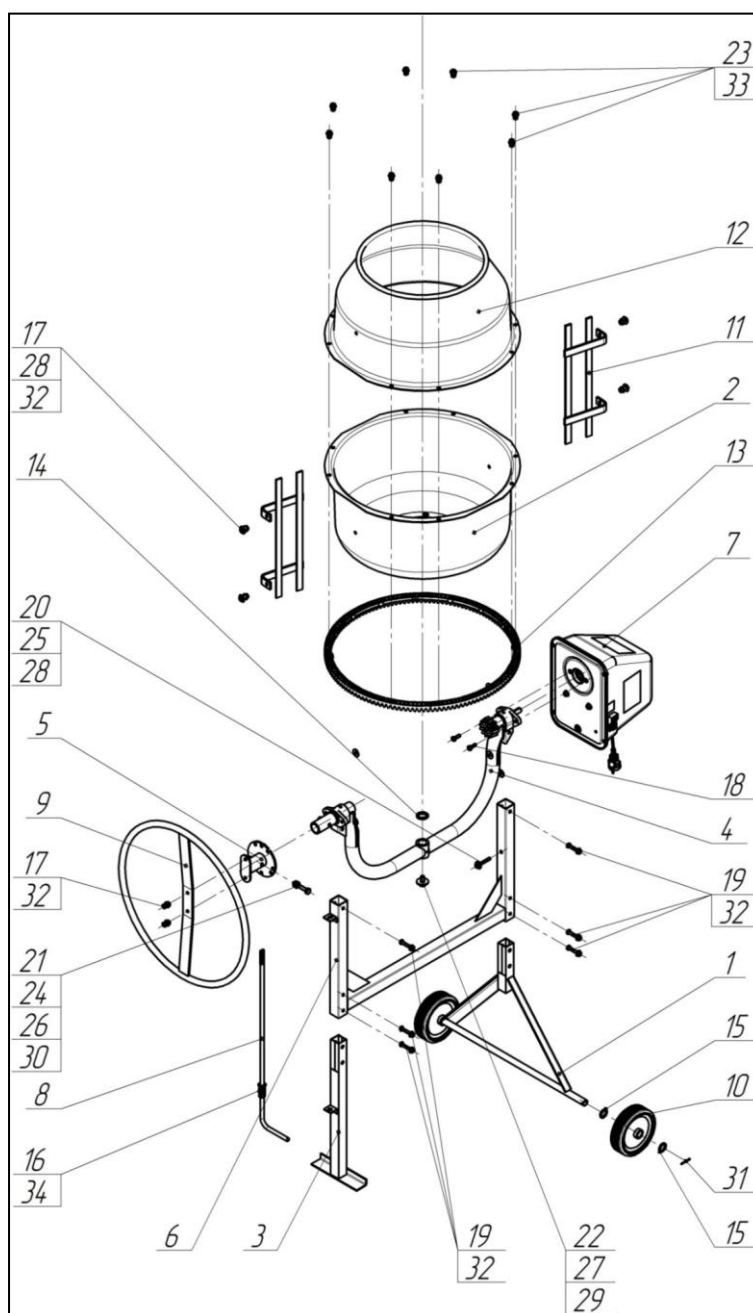

Рис. 1 Комплектация
**Внимание!** При сборке изделия допускается смещение зубьев сектора/колеса чугунного относительно зубьев шестерни от 1 до 5 мм (Рис.1).